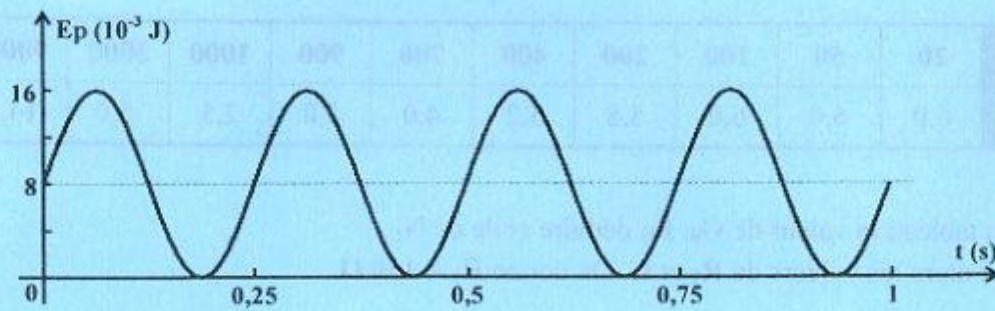

figure 3
- 3- La courbe traduisant l'évolution au cours du temps de l'énergie potentielle $E_p(t)$ du système $\{(S) + (R)\}$ est donnée par la figure 3.
- a- En exploitant la courbe de la figure 3, déterminer la valeur de:
- la période propre T_0 . En déduire celle de la masse m du solide (S) ;